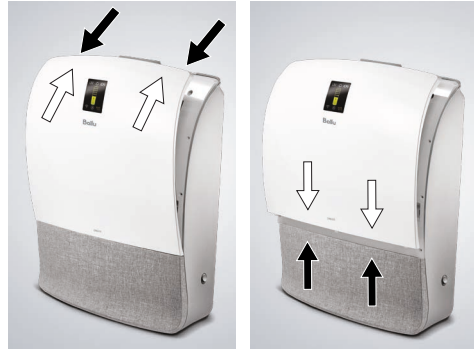

Рис. 14.
- Снимите переднюю панель прибора (прибор автоматически отключится). В местах углублений в верхней части корпуса потяните верхнюю часть панели горизонтально на себя, для освобождения от магнитного фиксатора и потом вверх, вынув из пазов в нижней части корпуса (рис. 14).